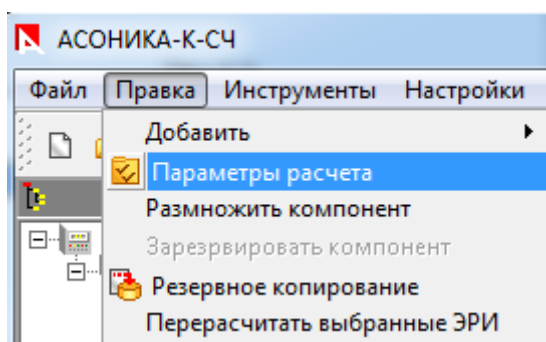

Рис. 3.44. Меню выбора изменения параметров ЭРИ
- В появившемся меню (см. рис. 3.44) выберите пункт «Параметры расчета».